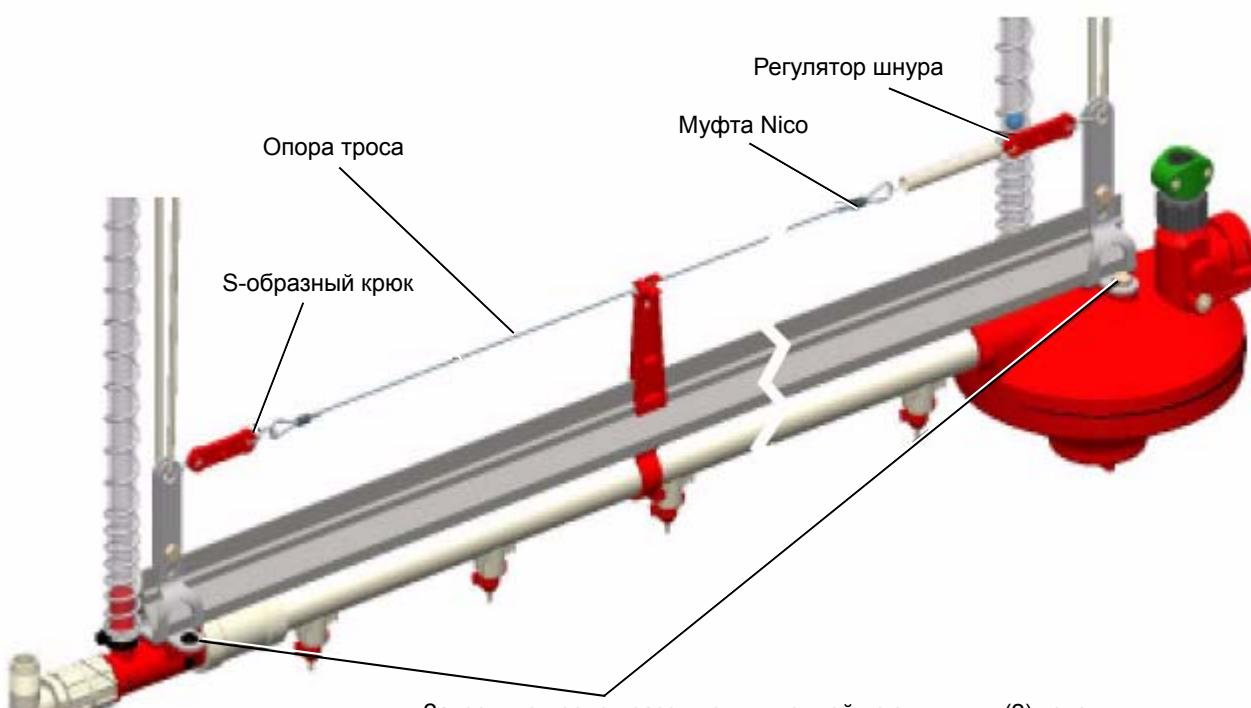

Рисунок 8А
- Пропустите петлю троса через первую муфту Nico и плотно обожмите. Зацепите первую петлю на конце без пружины. Пропустите трос через все опоры и вытяните его с другой стороны. Обрежьте трос, оставив большой запас. Излишек можно будет отрезать позднее. Наденьте муфту Nico на трос. Сделайте петлю из троса, наденьте на крюк пружины и пропустите обратно через муфту Nico. Вытяните лишний трос так, чтобы пружина растянулась примерно на 1 1/2", затем плотно обожмите. (см. рисунок 8А.)